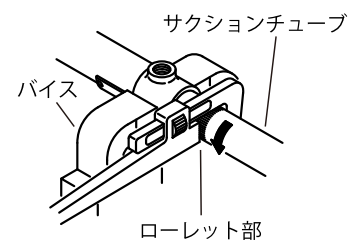

Fig.13
- 7) サクションチューブのローレット部にパイプレンチをかけてねじ戻し、ボディより外してください。(Fig.13)